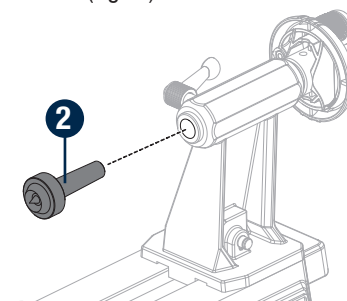

Fig. 6
- Insérez l'arbre du centre de la contrepointe de la poupée mobile (2) dans le centre creux du fourreau de la poupée mobile (fig. 6).